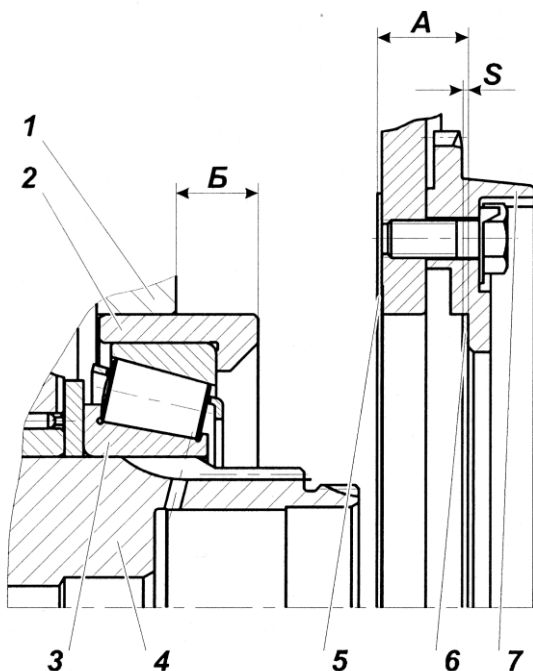

Рис. 100:
3.3 Замерить абсолютные величины размеров А (между торцами зубчатой муфты и уплотнительной прокладкой) и Б (между торцами картера и гнезда подшипника) рис. 100.